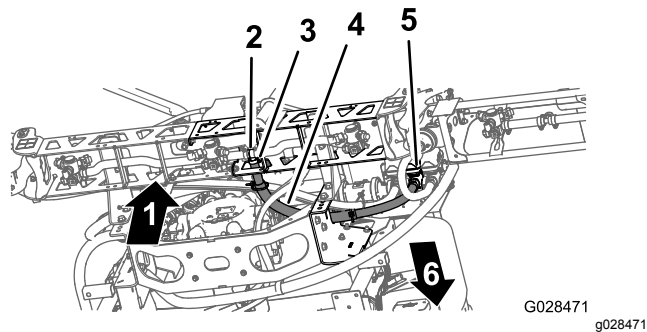

Рисунок 44
- 1. Проложите шланг средней секции стрелы, как показано на Рисунок 44.
- 2. Наденьте шланг секции стрелы на тройник типа «елочка» средней секции стрелы и закрепите шланг с помощью шлангового хомута (Рисунок 44).